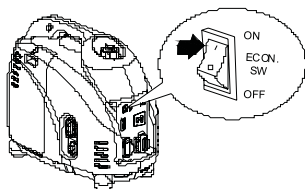

Рис. 19
- б) Переведите переключатель экономичного режима в положение «**ON**» (Рис.19).